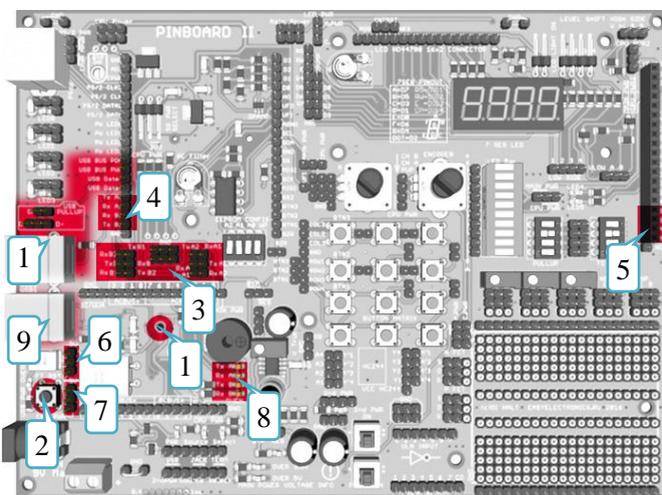

Рис. 3.9 – Расположение элементов БСК
(RxDA1:TxDА1, RxDB1:TxDB1), разъему расширения (5) (RxDA2:TxDA2, RxDB2:TxDB2) или выполнить «эхо контроль», замкнув линии Rx и Tx (рисунок 3.9).
Расположение элементов электрических схем на плате отладочного модуля иллюстрирует рисунок 3.9.